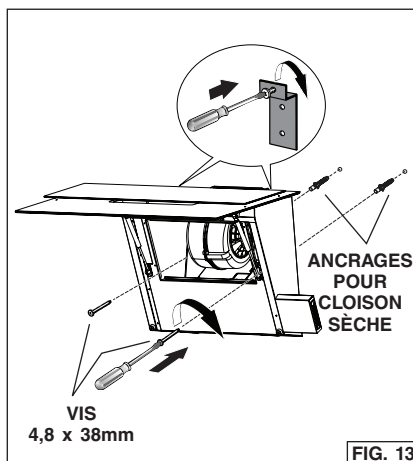

FIG. 13
7. Prenez les repères et installez (2) autres ancrages pour cloison comme illustré. Fig. 13.
8. Fixez la hotte de cuisine au mur avec (2) vis de montage de 4,8 x 38 mm.
2. Fixez le support au mur en utilisant (2) vis de montage de 4,8 x 38 mm et des ancrages pour cloison sèche. Fig. 7. Assurez-vous que le support de montage est bien serré contre le mur et centré sur la hotte. Fig.13